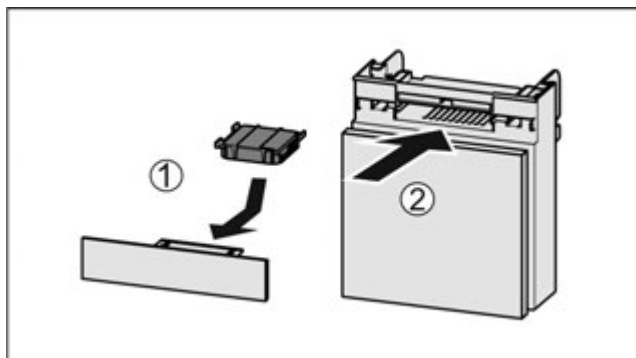

Fig. 70
- ▶ Вставити фільтр з активованого вугілля за малюнком Fig. 70 (1).
- ▶ Вставити відділення Fig. 70 (2).